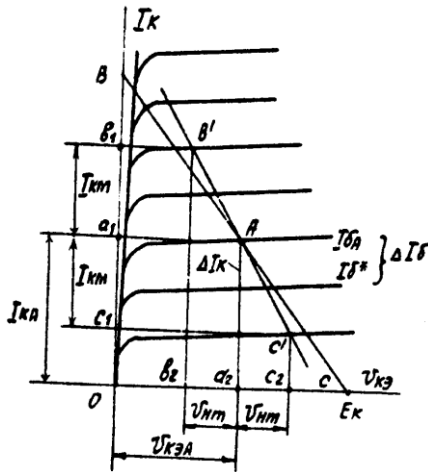

Рис. 7
5. На семействе выходных характеристик транзистора (рис.7) строим нагрузочную прямую по постоянному току (линия BC) по двум точкам:
дать в окрестности точки А малое приращение тока базы ΔI_B (рис.7), вызывающее соответствующее приращение тока коллектора ΔI_K , то можно определить коэффициент усиления транзистора по току: